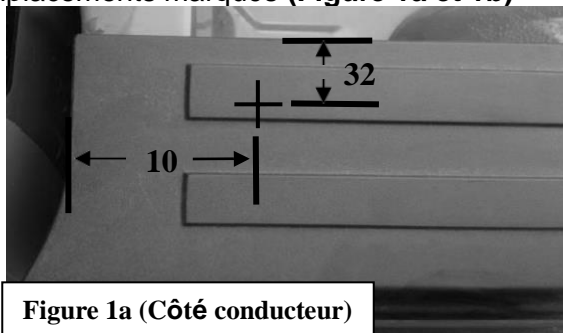

Figure 1a (Côté conducteur)
1. Mesurez, marquez et percez un trou de 12,5 mm (1/2") au centre des deux pochettes **AVANT** cachées sur les couvertures en plastique du côté conducteur et du côté passager. Emplacements marqués (**Figure 1a et 1b**)